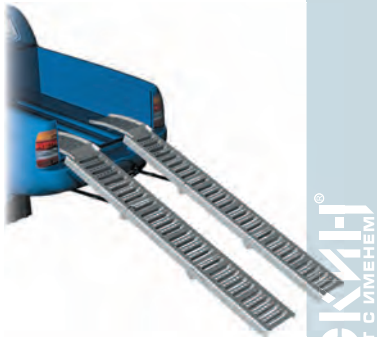

Рисунок 3 – Установка трапов
1. Убедитесь, что вы производите загрузку с ровной и твёрдой поверхности и что автомобиль, куда производится загрузка, стоит с активным стояночным тормозом, на стопорах и его двигатель заглушен. Установите опорные площадки на край кузова транспортного средства (рис. 3) на расстояние соответствующее колее загружаемой техники. Учтите, что кузов багажника не должен быть выше 580 мм, иначе наклон трапов будет слишком крутой и это сделает подъём небезопасным.